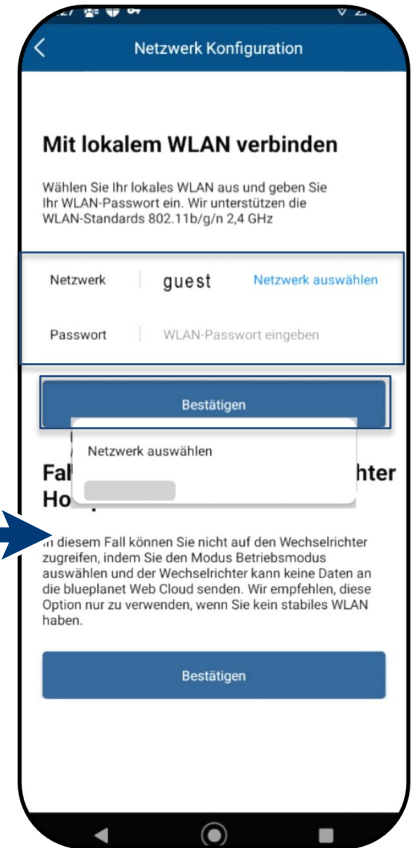

Abb. 40. Zugangsdaten für das Kunden WLAN-Netzwerks eingeben
3. QR-Code auf der Kommunikationseinheit scannen. Max. Abstand gemäß Scanfenster vom eingeblendeten Scanrahmen. (Siehe Abb. 40)